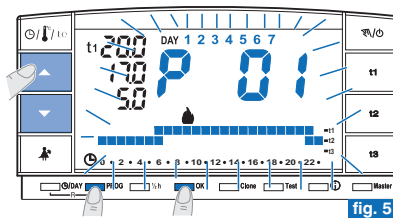

fig. 5
- Si au contraire vous voulez sélectionner un autre programme (fig. 5) effectuer des pressions sur la touche PROG (ou les touches ▲▼) jusqu'à l'affichage du programme désiré (P02 hiver ou P03 été), puis appuyer sur la touche OK.